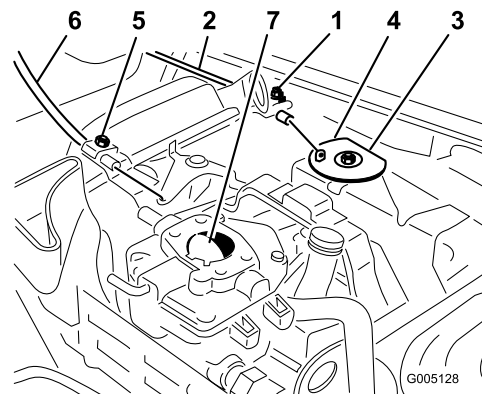

Bild 49
1. Lockern Sie die Klemmschraube des Bowdenzugs, mit der dieser am Motor befestigt ist (Bild 49).
3. Ziehen Sie fest am Bowdenzug, bis die Rückseite der Schwenkplatte den Anschlag berührt (Bild 49).
3. Ziehen Sie fest am Chokezug, bis die Choke-Drosselklappe ganz geschlossen ist; ziehen Sie dann die Klemmschraube des Chokezugs fest (Bild 49).